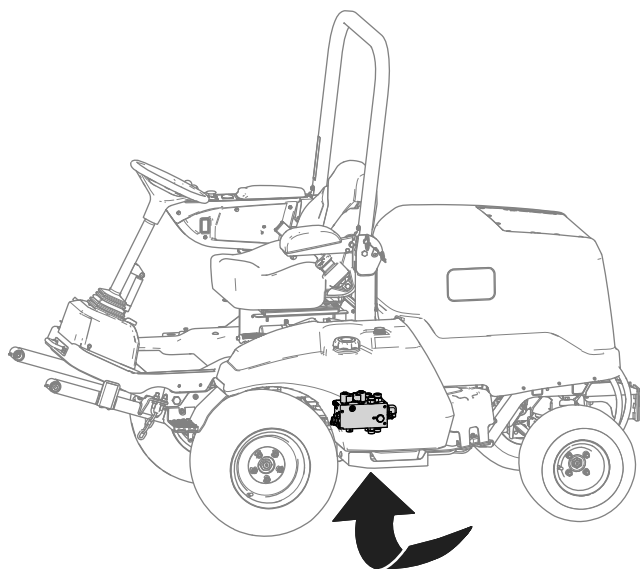

Bild 22
3. Suchen Sie den Hubverteiler unter der Maschine (Bild 22).